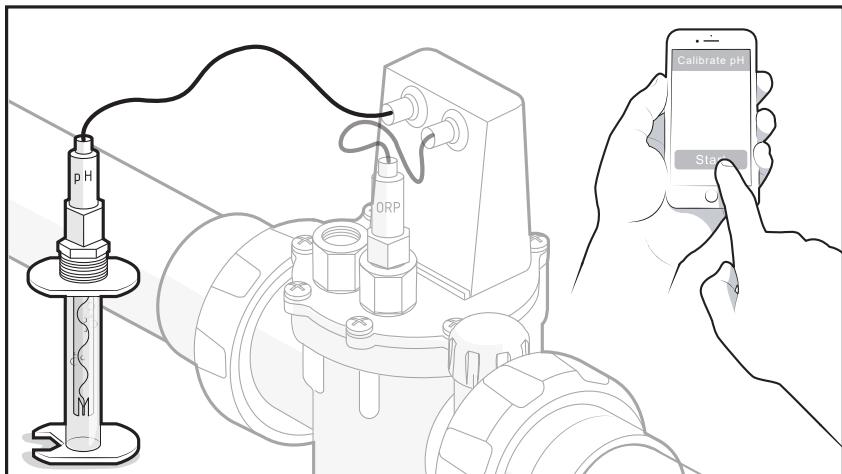

Figura 7. Sumerja el sensor y comience la calibración
10. Sumerja el sensor en la solución tampón de pH 7 dentro del tubo de almacenamiento. Inicie la calibración en la aplicación iAquaLink o en el controlador OneTouch (solo AquaLink® RS) vaya a: MENÚ / AYUDA > CONFIGURACIÓN DEL SISTEMA > pH > 2 PUNTOS, consulte la Figura 7.